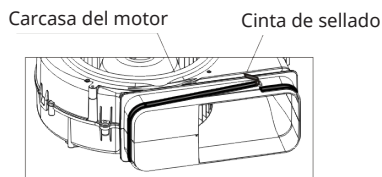

**Imagen 1**
2. Coloque una toalla o un paño sobre la mesa. Coloque el cristal boca abajo sobre una superficie protegida. (véase la imagen 1).